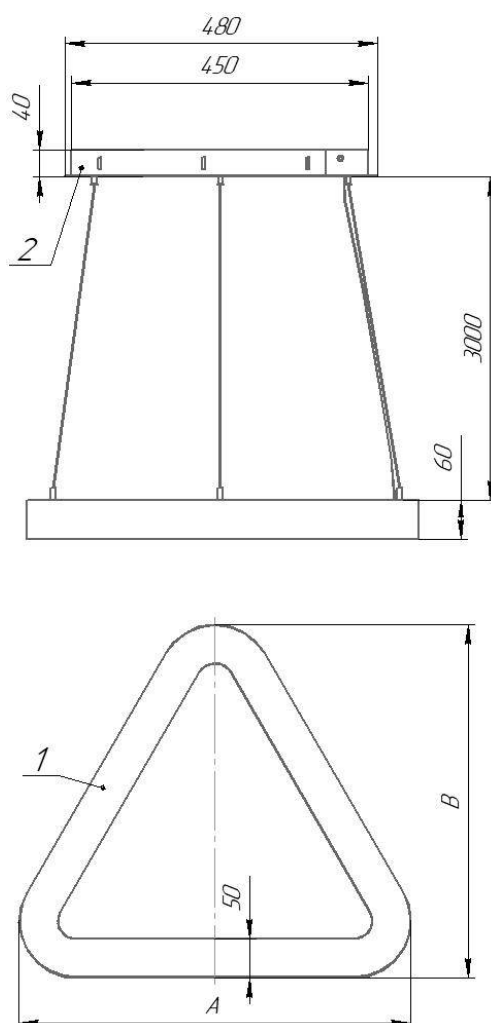

Рисунок 1 - Общий вид светильников серии ДСО33 Horizon Toro
5.17 Снимите защитную пленку с корпуса поз.1 (рисунок 1)